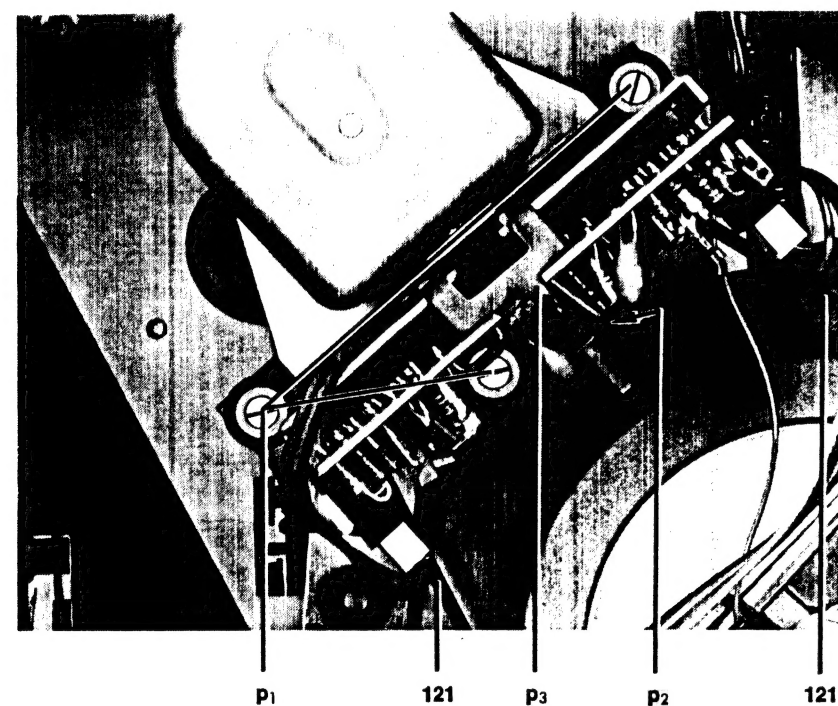

Abb. 11 Motorbaustein
- 23. Motorbaustein kpl. 116 mit Tonwellen-Motorregelung 460 [Abb. 11]**